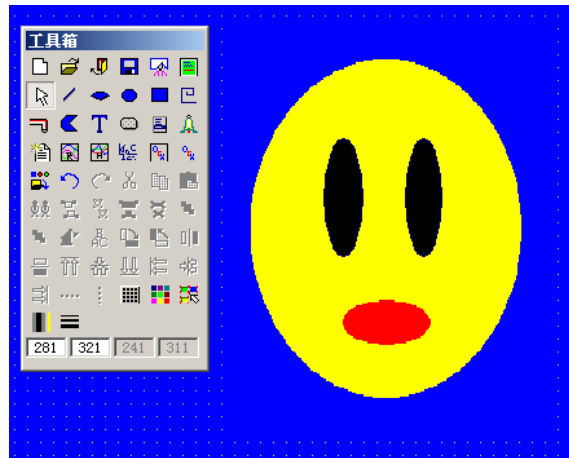

图 4.65 点位图透明 3
- ◇ **方法 3:** 可以使用调色板中的吸管吸取点位图的背景色作为窗口的背景色，实现透明化。如图 4.65 所示。